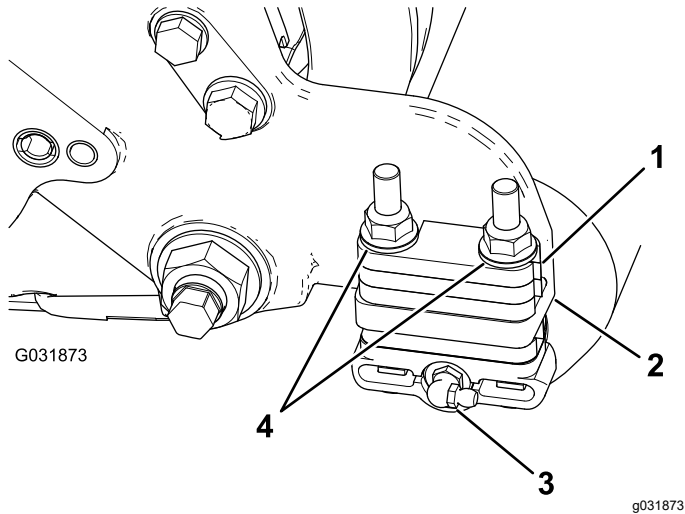

Figura 8
2. Instale el engrasador de 90° orientado hacia atrás (Figura 8).
3. Retire las 2 contratuercas con arandela prensada y las arandelas que sujetan cada soporte de rodillo a las chapas laterales (Figura 8).